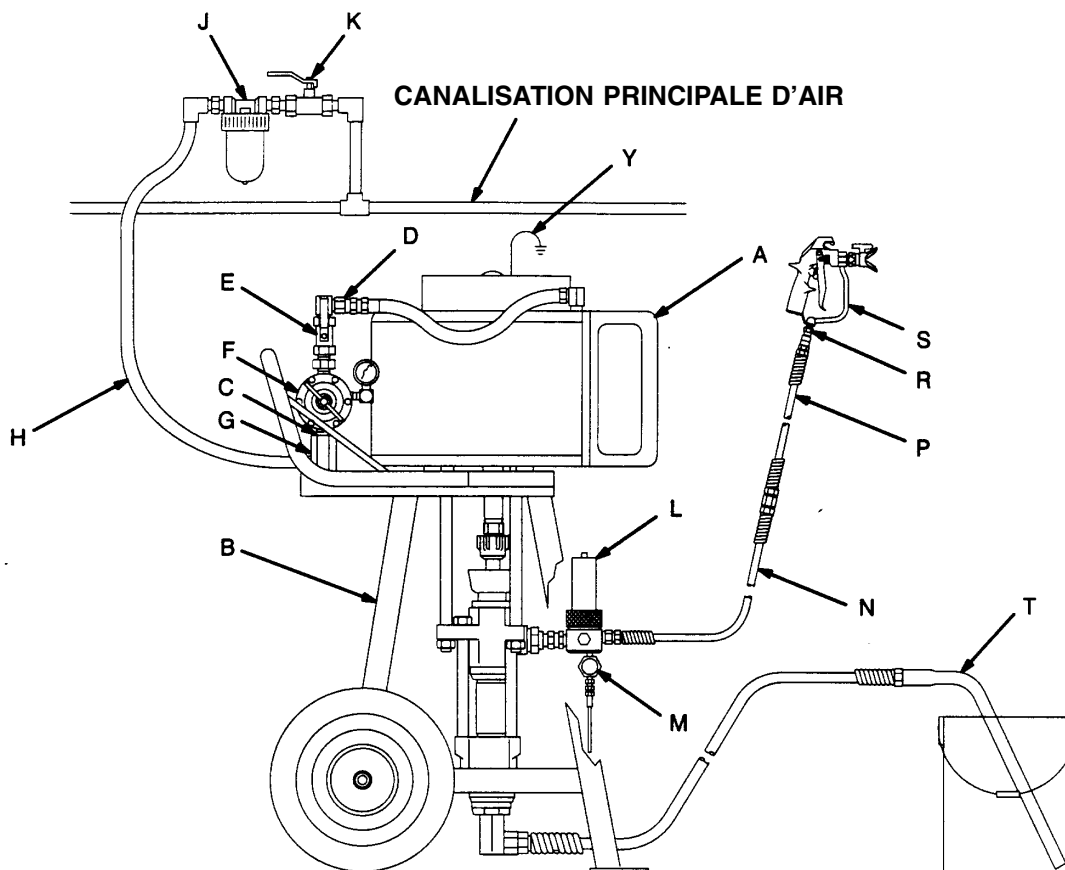

Fig. 2
La fig. 2 ne constitue qu'un guide pour sélectionner et installer les éléments du système et les accessoires.
Monter la pompe (A) en fonction du type d'installation prévu. La figure 2 représente un système monté sur chariot. Les dimensions de la pompe et la disposition des orifices de fixation sont donnés page 23.
Installer les accessoires suivants aux emplacements indiqués Fig. 2, à l'aide d'adaptateurs si besoin est :
- Un filtre de produit (L) avec un élément filtrant de 60 mesh (250 microns) en acier inoxydable, permettant de filtrer les particules présentes dans le produit en sortie de pompe. Il comprend une vanne de purge de produit (M), nécessaire dans votre système, permettant de faire retomber la pression dans le flexible et le pistolet (Voir AVERTISSEMENT, ci-contre)
- Un pistolet (S) distribuant le produit. Le pistolet montré à la Fig. 2 est un pistolet de pulvérisation sans air pour produits de viscosité faible à moyenne.
- Un raccord de pistolet pivotant (R) permet de manipuler plus librement le pistolet.
- Un kit d'aspiration (T) permet à la pompe d'aspirer du produit dans un seau de 19 litres (5 gallon).
1. Voir Fig. 2, page 6. Raccorder le kit d'aspiration (T) à l'entrée de produit de la pompe, et placer le tube d'aspiration dans le réservoir de produit.
2. S'assurer que le régulateur de pression d'air (F) est fermé. Puis ouvrir la vanne principale d'air du type à purge de la pompe (E). Maintenir une partie métallique du pistolet de pulvérisation (S) fermement appliquée contre le bord d'un seau métallique relié à la terre et actionner la détente. Ouvrir alors lentement le régulateur de pression d'air jusqu'à ce que la pompe démarre.
4. Si la pompe s'amorce difficilement, ouvrir la vanne de purge (M). Utiliser la vanne de purge comme vanne d'amorçage, jusqu'à ce que le produit apparaisse au niveau de cet orifice. Voir Fig. 2. Refermer la vanne de purge.
7. Ne jamais laisser fonctionner la pompe en l'absence de fluide. Une pompe fonctionnant à vide accélère très rapidement jusqu'à atteindre une vitesse élevée, pouvant l'endommager. Une soupape anti-emballement (C), qui coupe l'arrivée d'air à la pompe si celle-ci accélère au delà des limites prédéfinies, est disponible. Voir Fig. 2, page 6. Si votre pompe accélère brusquement, ou fonctionne à un régime trop élevé, l'arrêter immédiatement et vérifier l'alimentation en produit. Si le récipient d'alimentation est vide et que de l'air a été pompé dans les canalisations, remplir le réservoir, et réamorcer la pompe et les canalisations avec du produit, ou rincer et laisser rempli d'un solvant compatible. Éliminer soigneusement toute trace d'air du système.